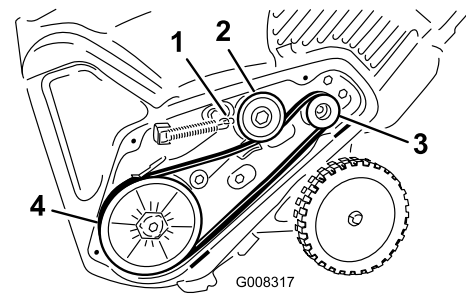

Figure 35
5. Montez et acheminez la nouvelle courroie comme indiqué à la (Figure 35).
8. Raccrochez le ressort de frein au bras de la poulie de tension (Figure 35).